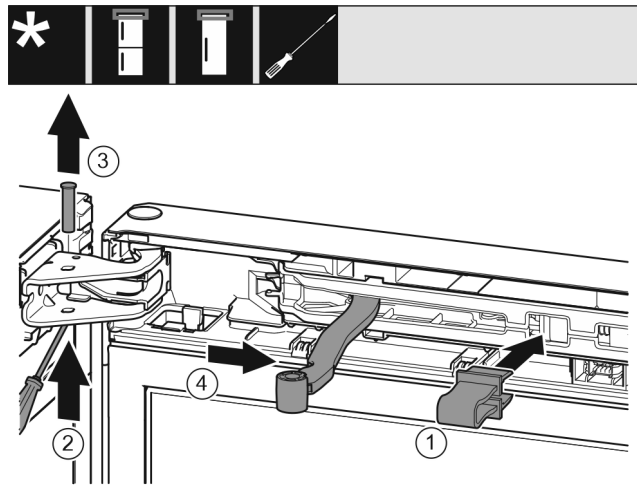

Fig. 6
- ▶ Kapni siguresën në vrimën përkatëse. Fig. 6 (1)
- ▶ Shtyni jashtë bulonin me një kaçavidë. Fig. 6 (2)
- ▶ Nxirrni jashtë bulonin duke e ngritur lart. Fig. 6 (3)
- ▶ Rrotulloni menteshën në drejtimin e derës. Fig. 6 (4)